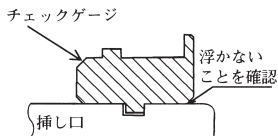

図53 溝深さの確認
(5) 加工完了後、所定の寸法になっていることを専用のチェックゲージを用いて下記の方法で確認する。
- ① チェックゲージを加工後の溝に入れて、挿し口全周にわたって浮かないことを確認する(図53参照)。チェックゲージが浮く場合、溝が浅いので、再度溝切り加工を行う。